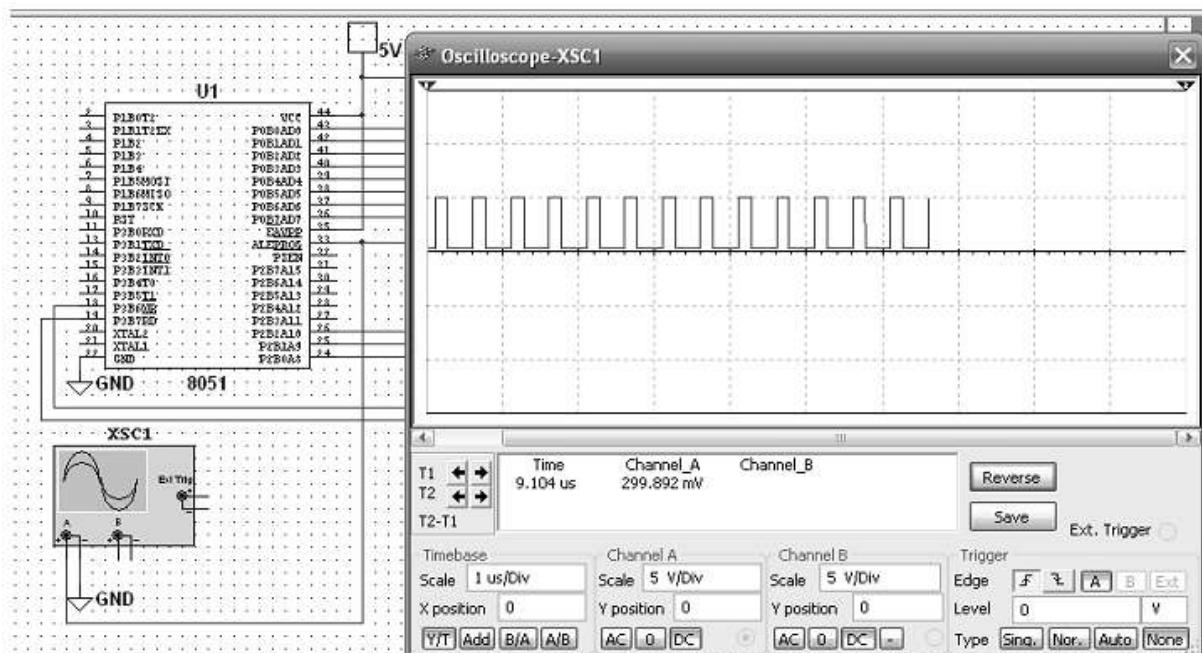

Рисунок 34 - Подключение осциллографа и его инstrumentальная панель во время моделирования
В заключение лабораторной работы научимся пользоваться виртуальным осциллографом. Произведем подключение осциллографа к данной схеме. Выбираем на панели инструментов иконку Oscilloscope и устанавливаем на рабочей области. Символ осциллографа имеет два канала: Channel A и Channel B. Подсоединяем «+» канала A к выводу ALE/PROG микроконтроллера, «-» – к земле. На панели прибора необходимо указать деление временной шкалы, равное одному машинному циклу, то есть 1 мкс. Выбираем по оси у цену деления для канала A, примем ее равной 5 В. После запуска моделирования виден процесс генерации сигнала ALE, дважды за машинный цикл (рис. 34).
Подключить осциллограф, как показано на рис. 34, и снять осциллограмму с вывода 0 ALE МК.
2. Подключить к МК внешнее ПЗУ емкостью N Кбайт (табл. 11). Подсчитать контрольную сумму области памяти емкостью Kбайт, начиная с адреса ZZZ и сравнить ее с константой, находящейся в резидентном ПЗУ. Если сравниваемые величины совпадают, тестирование ПЗУ прошло успешно, иначе включить светоиндикатор. Подключить осциллограф, как показано на рис. 34, и снять осциллограмму с вывода ALE МК.